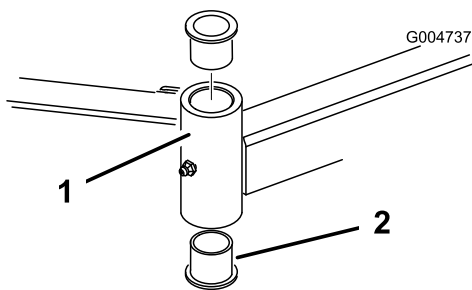

Bild 112
4. Stecken Sie einen Dorn oben oder unten in das Befestigungsrohr und treiben die Büchsen heraus (Bild 112).